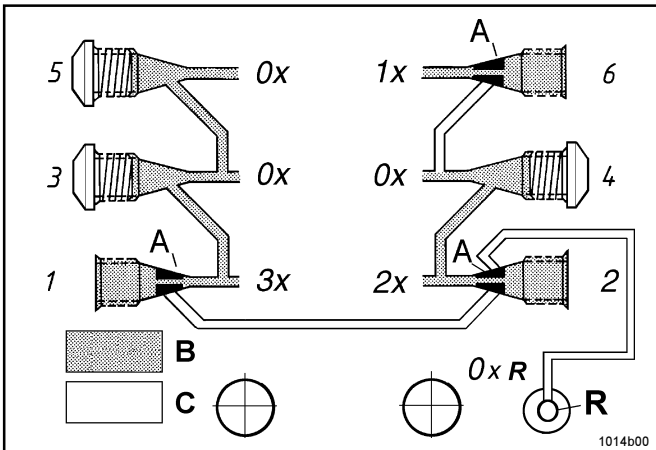

Abb. 1 - Einfache, doppelte und dreifache Auslaßmenge, SSV hinten montiert
* Jede nicht benötigte Auslaßbohrung mit einer Verschlußschraube, siehe Abb. 1 oder 4 verschließen.
Wichtig: Wird **Auslaß 2** an eine **Schmierstelle** angeschlossen, darf **Auslaß1 nicht verschlossen** werden, siehe Abb. 1.